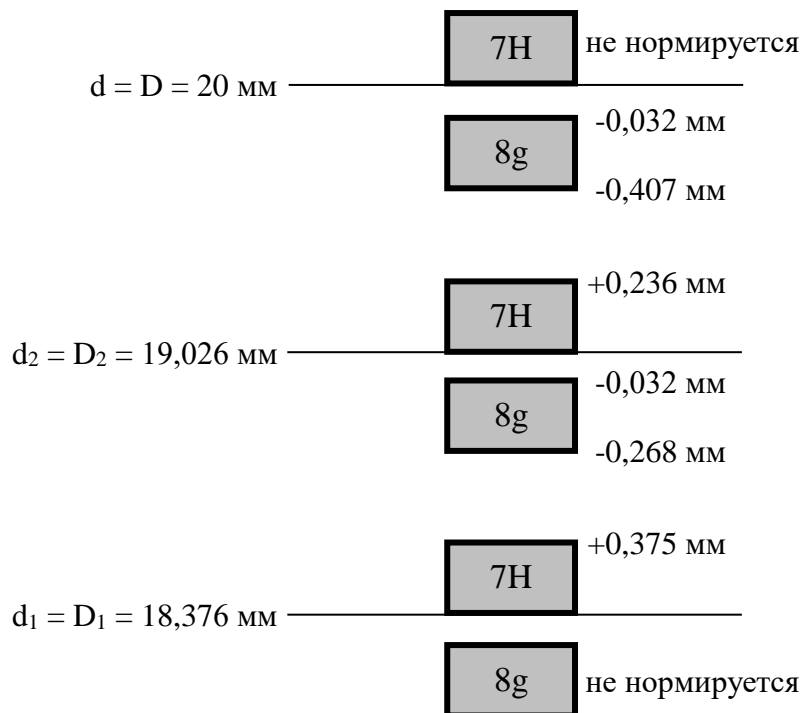

Рис. 4. Схема расположения полей допусков резьбового соединения.
2. Составляем на рис. 4 схему расположения полей допусков.